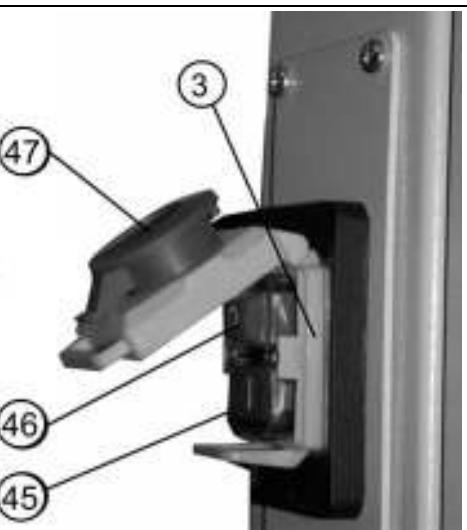

Рис.14
12.2. Включение (Рис.13, Рис. 14)